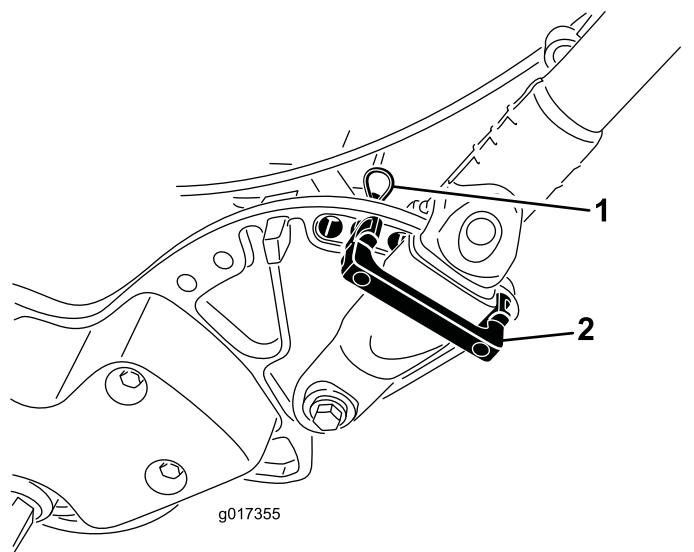

图32
1. 从机器两侧的手柄卡环上卸下发卡销 图32。
2. 当撑住手柄时取下两侧的发卡销然后将手柄旋转到所需的操作位置 图32。